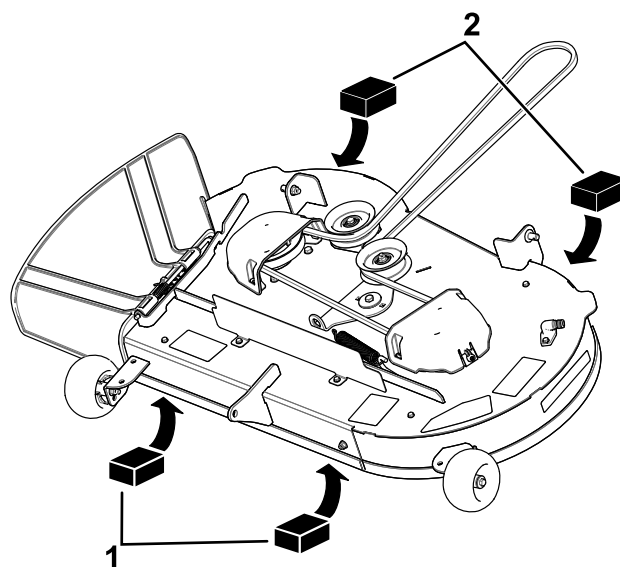

Figuur 67
5. Meet de afstand tussen de rand van het voorste mes en het horizontale oppervlak, en de afstand tussen de rand van het achterste mes en het horizontale oppervlak (Figuur 66 of Figuur 67).